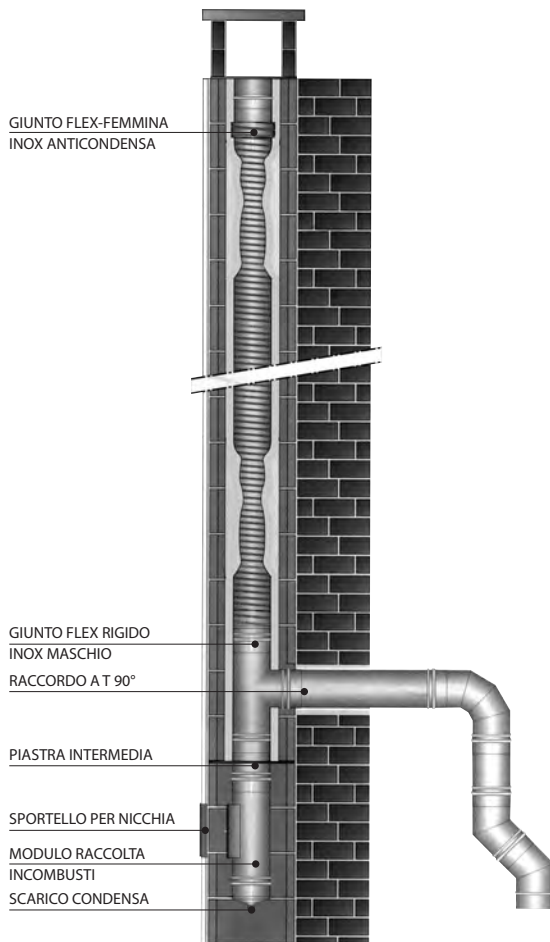

FIGURA 4
5.2. Schema di montaggio per condotti che lavorano in pressione negativa - N1 (figura 4)